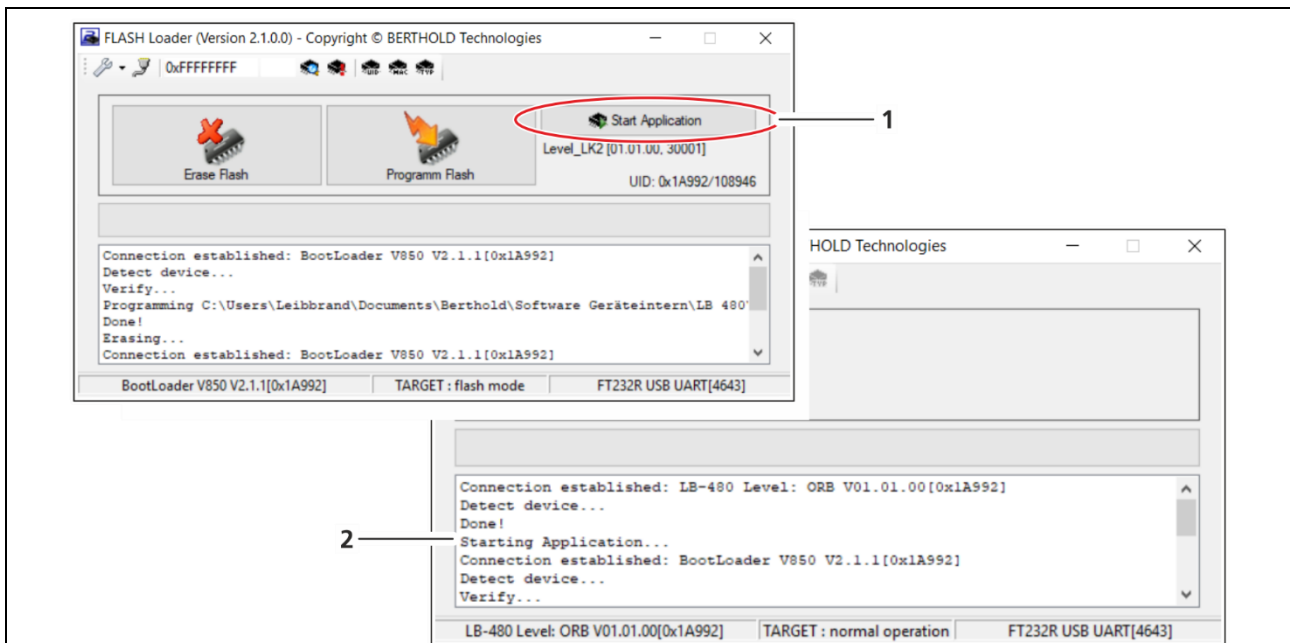

Abb. 7 Installierte embedded Software starten
28. Klicken Sie nach erfolgreichem Installationsvorgang die Schaltfläche <Start Application> (Abb. 7, Pos.1).
- ▶ Die neue embedded Software wurde korrekt installiert (Abb. 7, Pos.2) und die erforderlichen Resets (Factory Reset und Software Reset) können durchgeführt werden.